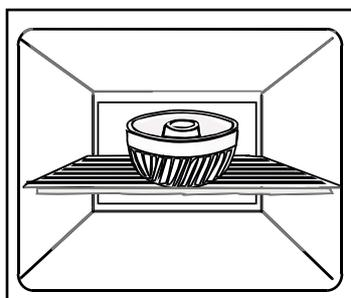

Fig. 16
- toujours placer les moules et autres récipients de cuisson sur la grille et jamais sur le plateau de cuisson (fig. 16, 17),